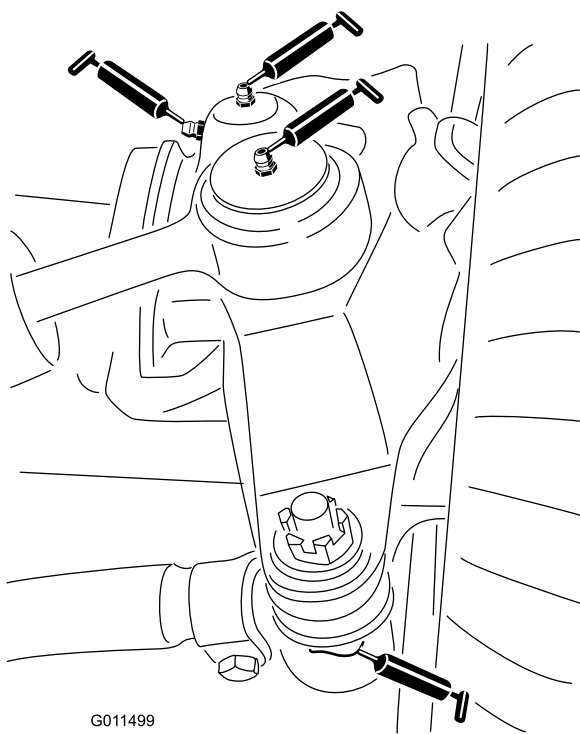

Рисунок 76
- Шаровые опоры гидроцилиндра рулевого управления (2 шт.) (Рисунок 76)
- Шаровые опоры поперечных тяг (2 шт.) (Рисунок 76)
- Втулки поворотных шкворней (2 шт.) (Рисунок 76).